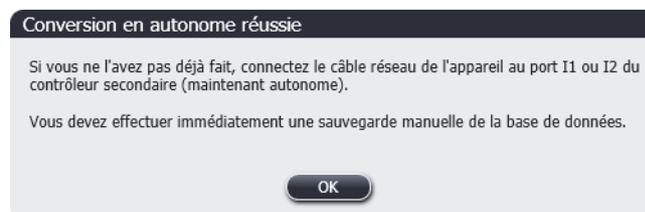

Figure 155 : Boîte de dialogue - passage en mode autonome réussi
7. Attendez que le système indique que le passage en mode autonome a réussi (voir Figure 155), puis redémarrez le client clinique et connectez-vous au système comme d'habitude.